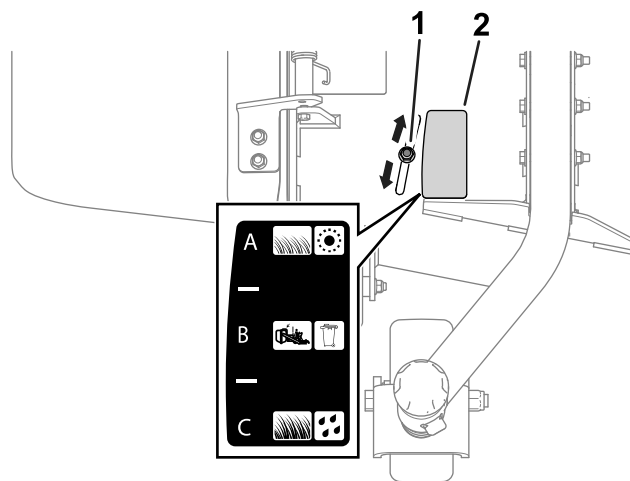

Рисунок 14
- Ослабьте затяжку гайки (Рисунок 14).
См. описание каждого положения перегородки потока в следующих разделах. На Рисунок 14 показаны все положения (т.е. А, В и С), соответствующие изображению на наклейке.